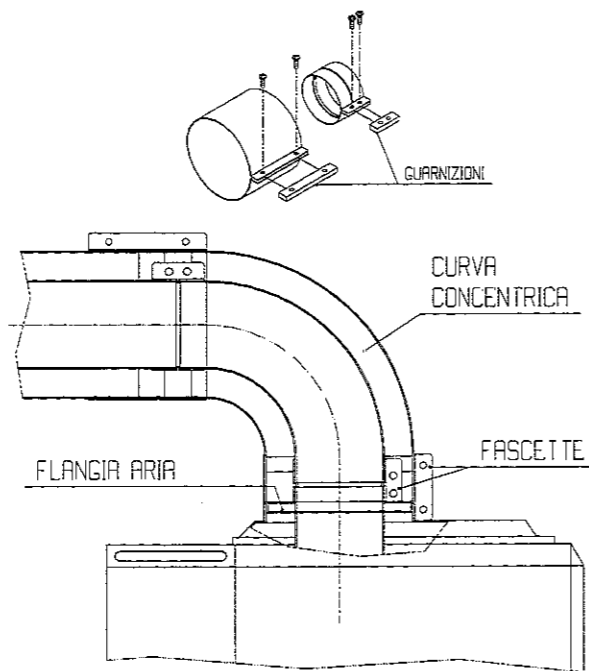

fig. 13
per l'installazione con tubi di lunghezza maggiore di 1 metro, eliminare la flangia in lamiera alloggiata nel bocchello di aspirazione aria calda della caldaia (fig. 13).
- montare la curva coassiale ai tubi fumo-aria utilizzando le fascette in dotazione come indicato in fig. 13;
- bloccare le curve complete di tubi alla caldaia utilizzando le fascette in dotazione come indicato in fig. 13;